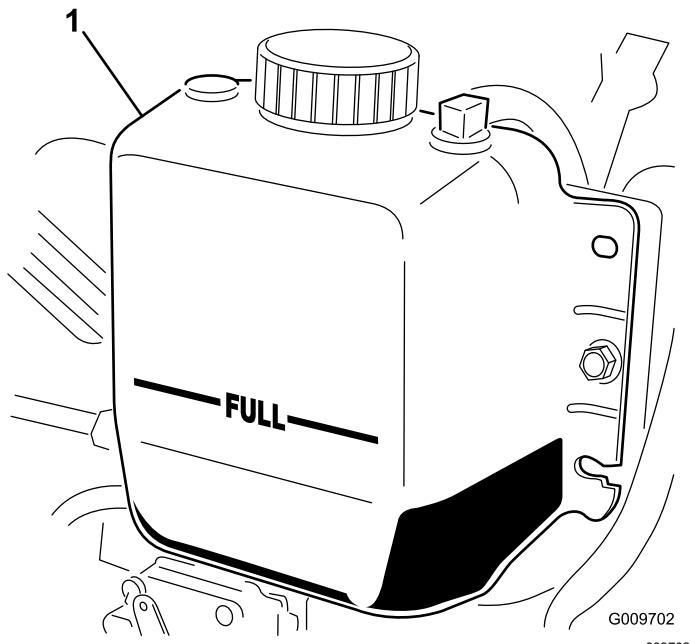

図 35
2. ラジエター内部の液量を点検する。補給口の首の上部まであればよい。また、補助タンク側面についているFULLマークまであればよい 図 35。